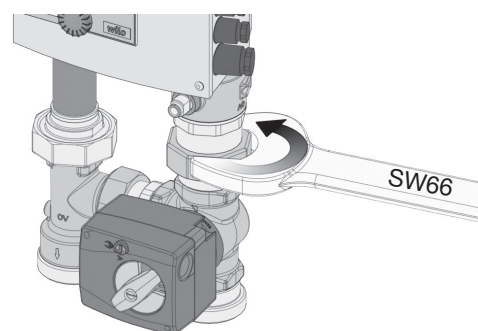
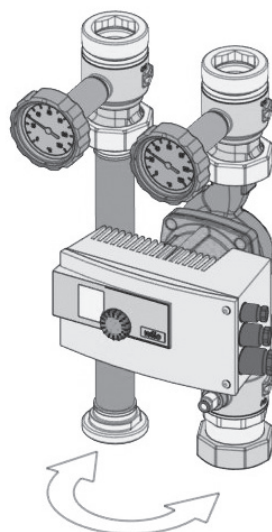

Рис. 7
Рис. 8
2. „Regumat M3-180 plus“: Отвинтить накидные гайки на трехходовом смесителе с помощью ключа SW66 и снять его. Поменять местами насосную и линию с фланцевой трубкой (рис. 7, рис. 8).
3. „Regumat S-180 plus“: Вынуть насосную линию и линию с обратным клапаном из настенного крепежа и поменять местами (рис. 8).